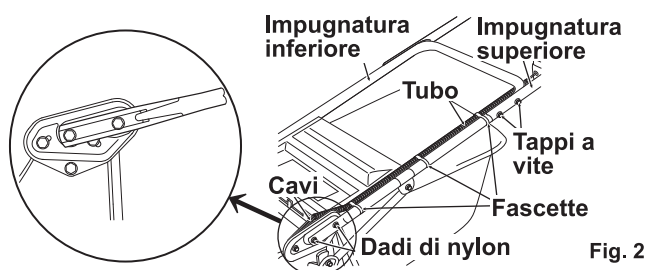

Fig. 2
- 1 Installare l'impugnatura inferiore sulla macchina (con 4 dadi di nylon). (Fare riferimento alle Figure 2)